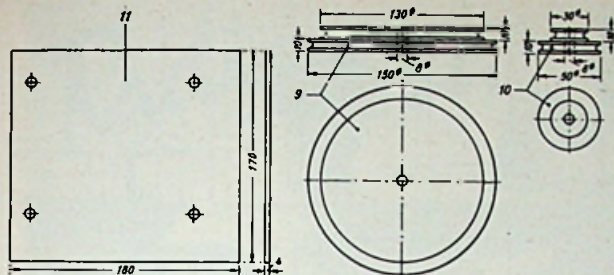

Fig. 4
Voor de motor gebruiken we een kleine wisselstroommotor van 100 à 200 W, omwentelingssnelheid 3000 toeren per minuut. Hij wordt met vier schroeven op een 4 mm dikke staalplaat (11) bevestigd (fig. 4). Ook deze plaat wordt aan C gelast. De gaten in deze plaat moesten natuurlijk overeenstemmen met de bevestigingsgaten van de motor. Het beste is sleuven te maken in plaats van gaten, zodat de motor iets kan worden verplaatst om de drijfriem te spannen. Uit de aard der zaak moeten ook de motoras en C weer zilver evenwijdig lopen. De motorschakelaar en kabelaansluiting kunnen ook op (11) worden aangebracht.
De beide riemschijven (9 en 10) zijn dubbel uitgevoerd (fig. 4). De doorsnede moet zodanig zijn, dat de boor 600 en 1150 omwentelingen per minuut maakt. Bij de berekening gaan we uit van: